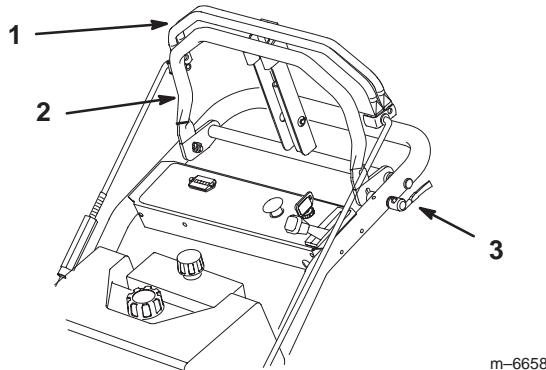

Figure 12
1. Placez les leviers de déblocage rapide en position débloquée (Fig. 12).
2. Déplacez la barre de référence en avant ou en arrière pour régler la vitesse de marche avant voulue. La flèche indique la vitesse de déplacement approximative (Fig. 12). Lorsque la barre est complètement poussée en avant, la machine se déplace à 10 km/h environ. Lorsque la barre de référence est au centre, la machine se déplace à 5 km/h environ.
3. Placez les leviers de déblocage rapide en position bloquée (Fig. 12).
1. Pour avancer, serrez lentement la barre de commande supérieure contre la barre de référence (Fig. 12).
2. Pour vous déplacer en ligne droite, appliquez une pression égale aux deux extrémités de la barre de commande supérieure (Fig. 12).
3. Pour tourner, relâchez la pression sur le côté de la barre de commande supérieure dans la direction que vous voulez prendre (Fig. 12).
4. Réglez la barre de référence de façon à maintenir une vitesse de déplacement prédéfinie qui vous convienne (Fig. 12).
- Pour arrêter la machine, relâchez la barre de commande supérieure pour arrêter les deux roues (Fig. 12).
- Pour vous déplacer en marche arrière, tirez doucement la barre de commande supérieure en arrière (Fig. 12).
- Pour vous déplacer en ligne droite, appliquez une pression égale aux deux extrémités de la barre de commande supérieure (Fig. 12).
- Pour tourner, relâchez la pression sur le côté de la barre de commande supérieure opposé à la direction que vous voulez prendre (Fig. 12).